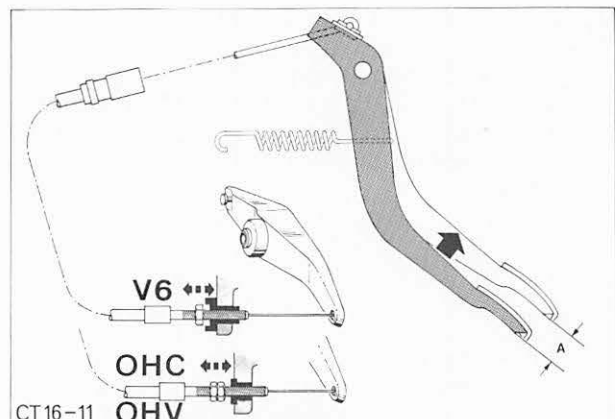

Abb. 14 Einstellung Kupplungsspiel
16. Draht von der Kupplungsschwinge entfernen. Kupplungsseilzug an Schwinge einhängen und Staubmanschette montieren. Kupplungspedalspiel wie unter Pos. 16 713 beschrieben, einstellen. Abb. 14.